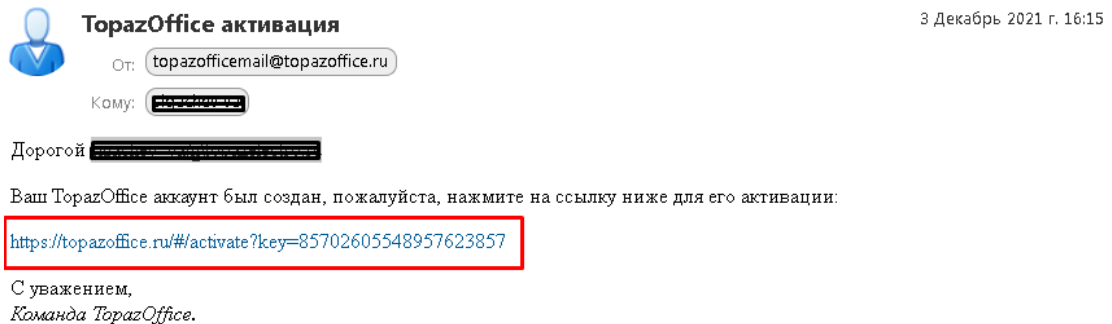

Рисунок 109.
- 2*. После создания аккаунта на указанный вами адрес электронной почты будет выслано сообщение, содержащее ссылку для активации вашего аккаунта. Активируйте аккаунт по ссылке из сообщения (рисунок 109), (рисунок 110):